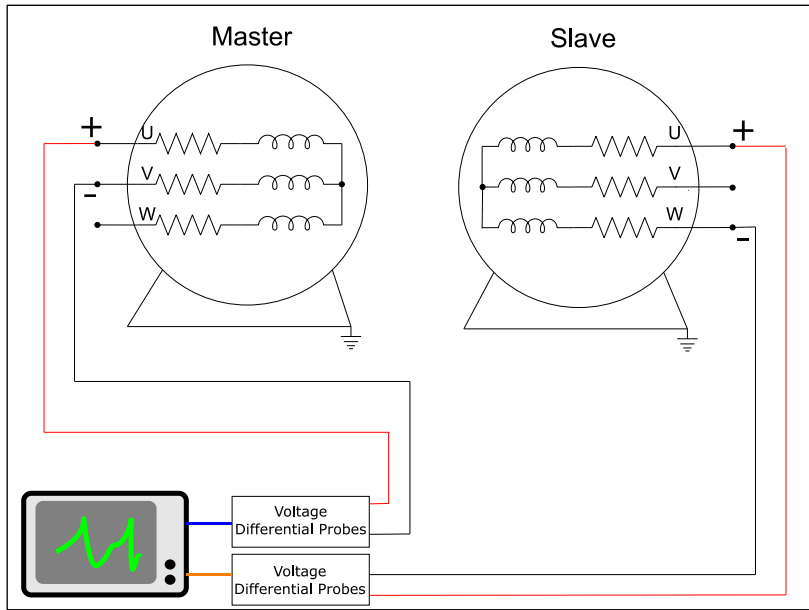
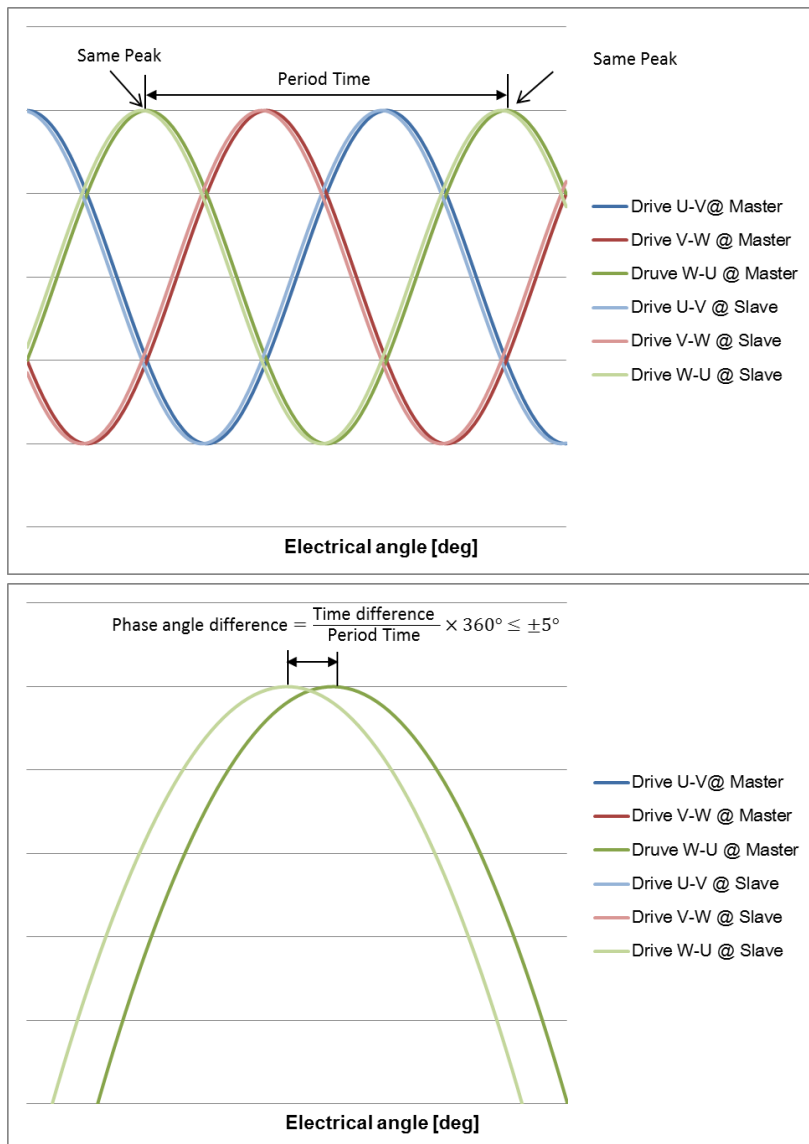

図 5.2.9 並列運転テスト接続図 (例：デザイン 2、シリーズ 3、測定@Drive U-V)
図 5.2.10 はマスターモーターとスレーブモーター間の許容電気角差です。
6. 組み立て後、すぐにモーター電源ケーブルをドライバーに接続しないでください。まず、ユーザーはモーターのマニュアルを理解する必要があります。近いマスターとスレーブのピーク値（等速動作）をスコープで捕捉します。波形が重なっているかどうかを確認します（マスターとスレーブ間の位相角誤差は $\pm 5^\circ$ 以内、他の相も同様）。ユーザーは、確認後にのみモーター電源ケーブルをドライバーに接続し、電力を送信できます。（図 5.2.9、図 5.2.10 参照）